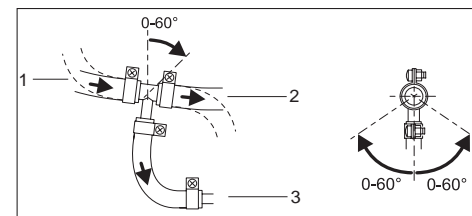

Bild 13: Exempel: Monteringsläge bränsleuttag matningsledning
- Montera bränsleuttagsanordningen, så att luft- eller gasbubblor, kan rinna av automatiskt i fordonstankens riktning. Se Bild 13.